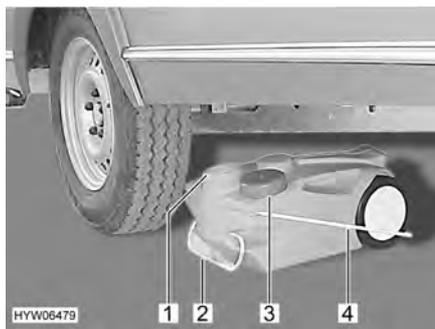

Bild 158 Abwassertank, fahrbar
- Öffnung des Abwassertanks (Bild 158,1) mit dem Deckel (Bild 158,3) schließen.
- Den Abwassertank am Griff (Bild 158,2) herausziehen.
- Tragegriff (Bild 158,4) nach oben klappen und Abwassertank aufstellen.